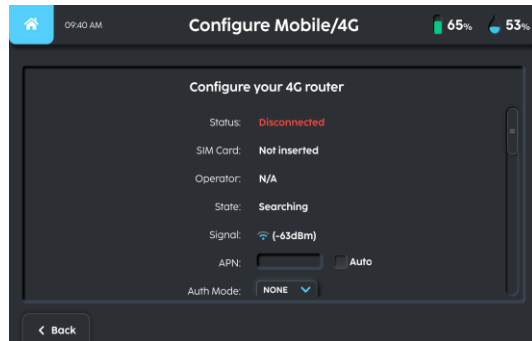

FIGURE 6-8
1. L'opérateur peut configurer les paramètres mobiles/4G (Fig 6-8).